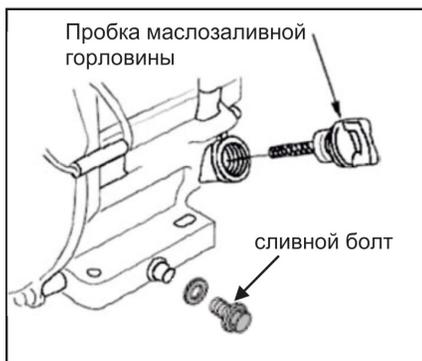

Рис. 21
2. Выкрутите пробку маслозаливной горловины (Рис. 21);
3. Выкрутите сливной болт (Рис. 21);